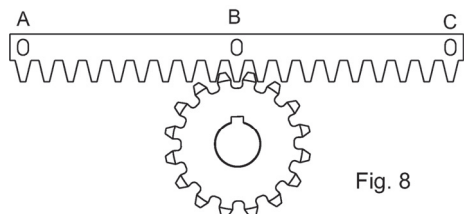
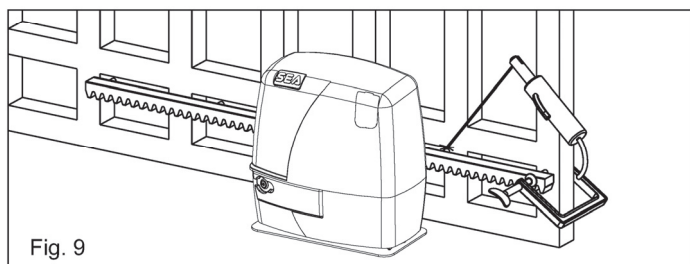

Fig. 8
Fig. 9
5.3. 按（图8）将一段齿条放在齿轮上面。让其平行于门的导轨，把中间的螺丝B临时焊在门上（图9）。